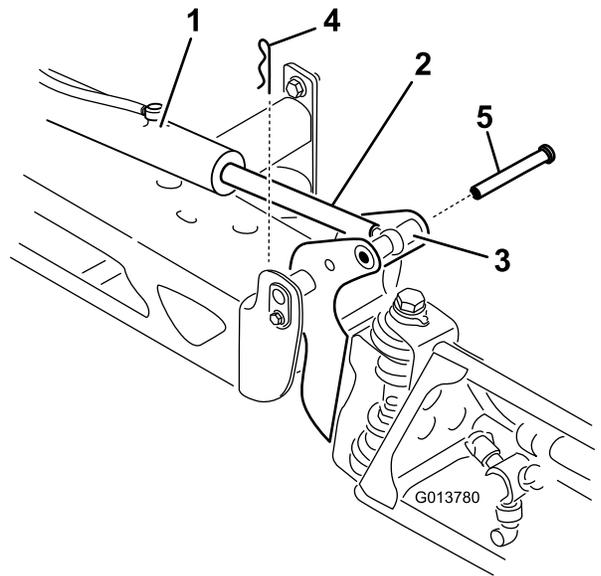

图 69
2. 从枢轴销上拆下发卡销图 69。
3. 向上提起喷洒臂段拆下柱销然后将喷洒臂段慢慢放到地面上图 69。
7. 支撑住喷洒臂段将柱销插入喷洒臂段枢轴和提升器杆图 69。